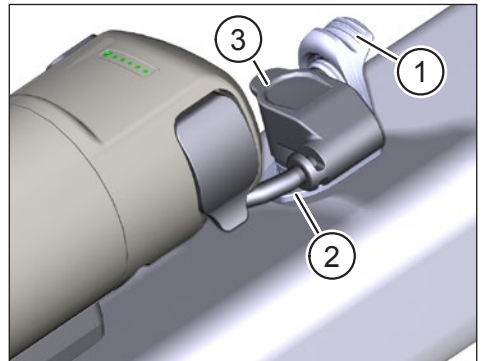

Fig. 8: Sluit de aansluitkabel aan op de laadpoort
- ▶ Klap de afdekking (Pos. 1 in Fig. 8) op de laadpoort (Pos. 2 in Fig. 8) in het frame van de e-bike open.
- ▶ Lijn de connector (Pos. 3 in Fig. 8) van de aansluitkabel zodanig uit dat de aansluitcodes van de connector en de laadpoort overeenkomen.
- ▶ Steek de stekker in de laadpoort en zet de stekker vast met het klepje (Pos. 1 in Fig. 8).